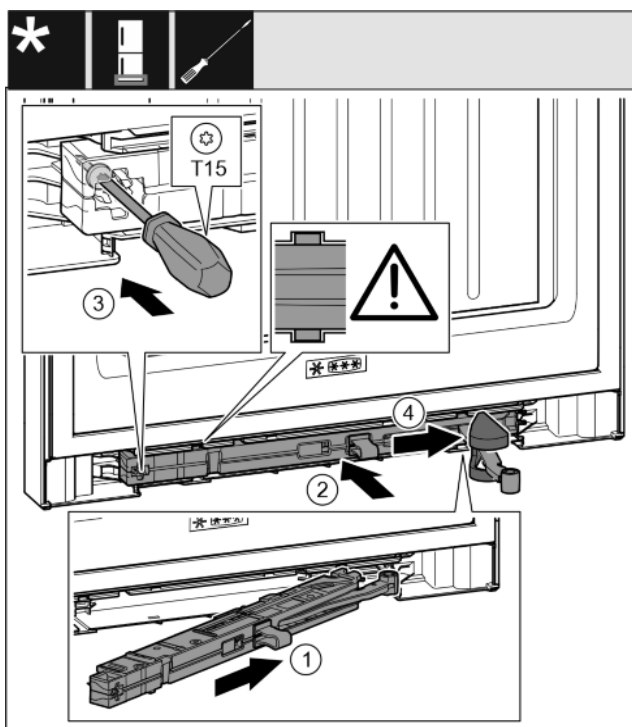

Fig. 36
- ▶ Tolja be ferdén, ütközésig a záráscsillapító egységet a mélyedésbe a csapágybak felőli oldalán. *Fig. 36 (1)*
- ▶ Tolja be teljesen a mélyedésbe a záráscsillapító egységet. *Fig. 36 (2)*
- ▶ Húzza meg a csavart egy T15 csavarhúzóval. *Fig. 36 (3)*
- ▶ Tolja rá a fedelet a csuklóra. *Fig. 36 (4)*